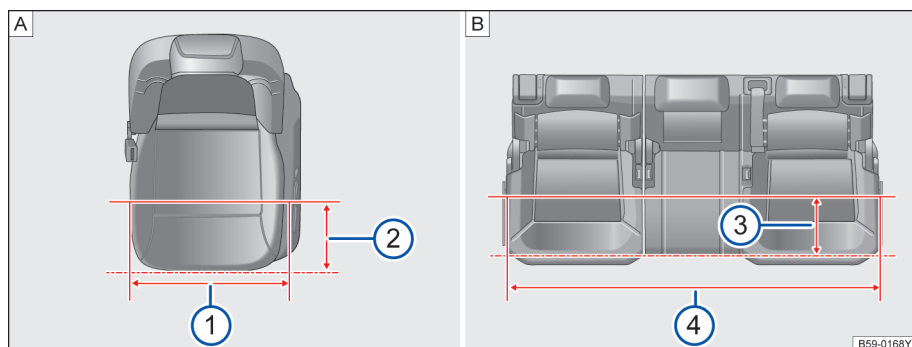

图 101 前排及第二排座椅座宽
如图→图 101[A] 在距离前排座椅边缘 200mm 时→图 101[A]②，前排座椅座垫宽度为 498.5mm→图 101[A]①。
如图→图 101[B] 在距离第二排座椅边缘 200mm 时→图 101[B]③，第二排座椅座垫宽度为 1378.9mm→图 101[B]④。